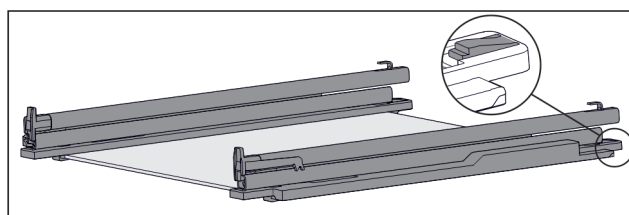

Fig. 109 Glashylla med skenor och fästdelar
- Tryck ned bakre fästdel (se Fig. 109) och skjut samtidigt skena bakåt.